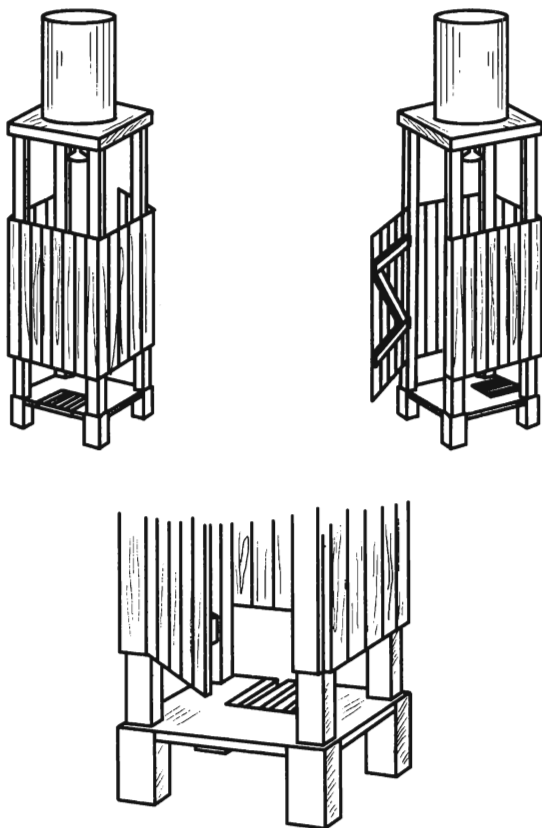

Рис. 64. Душ открытого типа
*Этап II.* Через 2 дня после установки опор приступают к обвязке простенков. С данной целью к столбам крепят бруски и рейки, а затем обшивают свободное пространство досками (рис. 64).